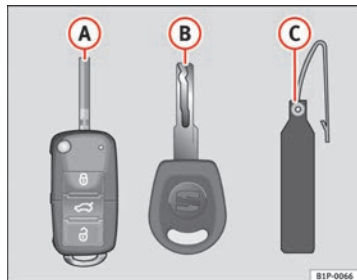

Fig. 42 Juego de llaves
- una llave con mando a distancia ⇒ fig. 42 **A**